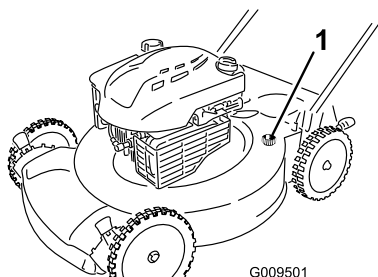

Figura 25
5. Collegate una canna da giardino al rubinetto dell'acqua e al foro di lavaggio (Figura 25).